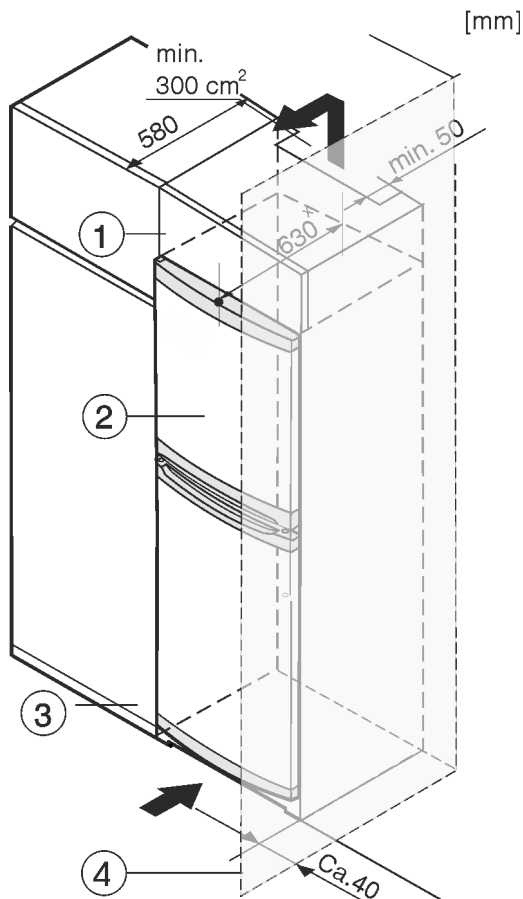

Fig. 8
- (1) Дополнительный шкафчик
- (2) Устройство
- (3) Кухонный шкаф
- (4) Стена
Устройство может быть окружено кухонными шкафами. Чтобы уравнять устройство Fig. 8 (2) по высоте с кухонной стенкой, можно установить над устройством дополнительный шкафчик Fig. 8 (1).
При комбинировании с кухонными шкафами (глубина макс. 580 мм) устройство можно установить непосредственно рядом с кухонным шкафом Fig. 8 (3). Устройство выступает сбоку на 34 мм * и по центру на 50 мм * относительно передней стенки кухонного шкафа.
Если устройство установлено на шарнирах у стены *Fig. 8 (4)*, то расстояние между устройством и стеной должно быть не менее 40 мм. Настолько выступает ручка при открытой двери.